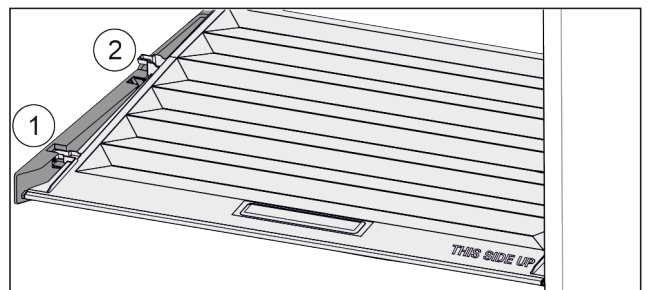

Fig. 124
- ▶ Deksel tot de opening in de vasthoud delen naar voren trekken Fig. 124 (1).
- ▶ Aan de achterkant vanaf de onderkant omhoog tillen en vanaf de bovenkant verwijderen Fig. 124 (2).